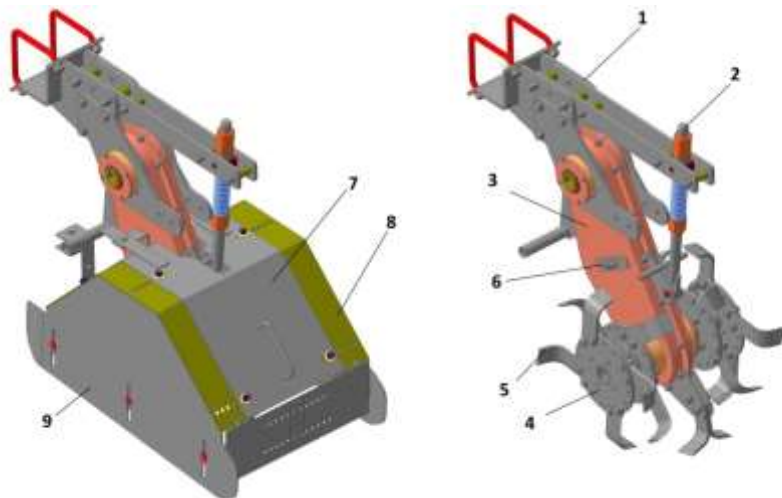

Рисунок 5 – Секция рабочих органов
3.5 Секция рабочих органов (рис. 5) состоит из неподвижного кронштейна 1 на котором, при помощи винта 2 с пружиной, установлен цепной редуктор 3. Такая конструкция позволяет секции копировать рельеф почвы и демпфировать ударные нагрузки. В нижней части цепного редуктора установлены фланцы 4, к которым крепятся рабочие органы 5 (лопасти). Натяжение цепи можно осуществлять натяжником 6.